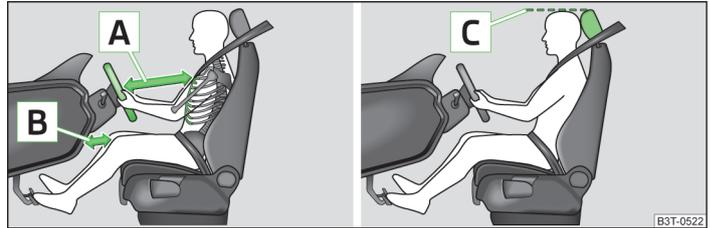

Abb. 158 Richtige Sitzposition des Fahrers / richtig eingestellte Kopfstütze
- Das Lenkrad so einstellen, dass der Abstand zwischen Lenkrad und Brustbein mindestens 25 cm beträgt [A] » Abb. 158 und der Abstand der Beine zur Schalttafel im Bereich des Knieairbags mindestens 10 cm beträgt [B].
- Die Kopfstütze so einstellen, dass die Oberkante der Kopfstütze sich möglichst auf einer Höhe mit dem oberen Teil Ihres Kopfes befindet¹⁾ **C** » Abb. 158 auf Seite 184.
- Die Kopfstütze so einstellen, dass die Oberkante der Kopfstütze sich möglichst auf einer Höhe mit dem oberen Teil des Kopfes befindet **C** » Abb. 158 auf Seite 184.